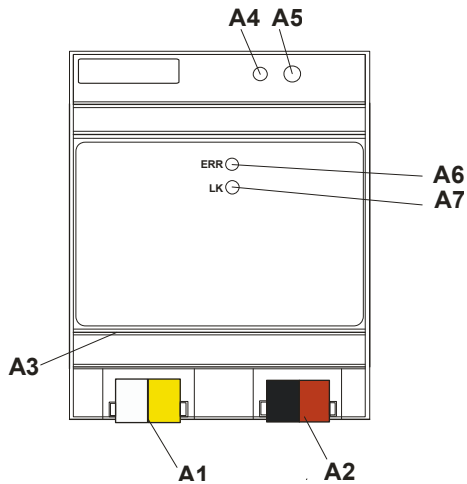

図 2: 各種エレメント配置
- 補助電源 AC / DC 24V を黄/白色のバスコネクタ端子に接続します (図 2、A1)。
- バスラインを黒/赤のバスコネクタ端子に接続します (図 2、A2)。
- RJ45 プラグ付きのイーサネットケーブルを RJ45 ソケット (図 2、A3) に差し込み、デバイスを LAN / イントラネットに接続します。
ERR とマークされた黄色の LED (図 2、A6) が連続点灯になると、ネットワークへの接続が確立されます。LED LK (図 2、A7) が点滅すると、デバイスとの間でデータが送信されます。
- RJ45 ソケットからイーサネットケーブルを取り外します (図 2、A3)。
- ソケットから黄/白のバスコネクタ端子 (図 2、A1) を取り外します。
- 黒/赤バスコネクタ端子 (図 2、A2) をソケットから取り外します。